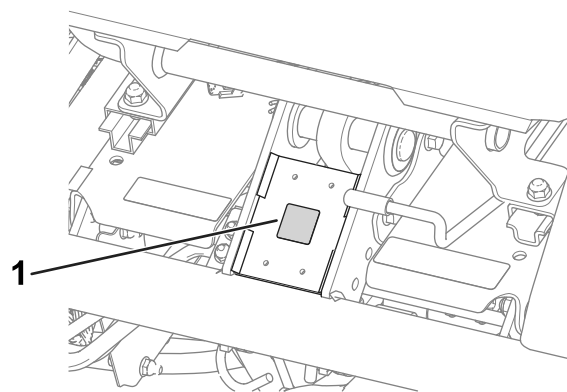

図 14
- CE マークデカルを、運転席前下のフレーム部分に貼りつける **図 14**。